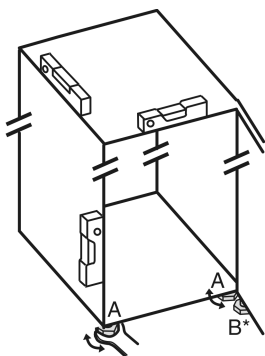

Fig. 4
- Stellfüße Fig. 4 (A) mit beiliegendem Gabelschlüssel und mit Hilfe einer Wasserwaage herausdrehen, bis das Gerät fest und ebenstehend ausgerichtet ist.
- Stellfuß Fig. 4 (B) am Lagerbock mit beiliegendem Gabelschlüssel herausdrehen, bis er auf dem Boden aufliegt.
- Stellfuß Fig. 4 (B) um 90° weiter drehen.